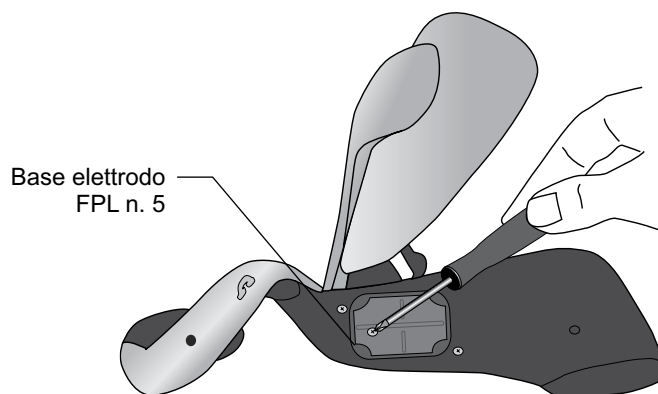

Figura 6-10 - Rimozione della vite dalla base dell'elettrodo FPL n. 5
3. rimuovere la vite dalla base dell'elettrodo FPL n. 5 dell'ortosi. Non staccare la base dell'elettrodo (Figura 6-10).